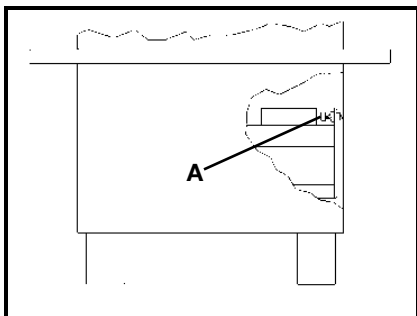
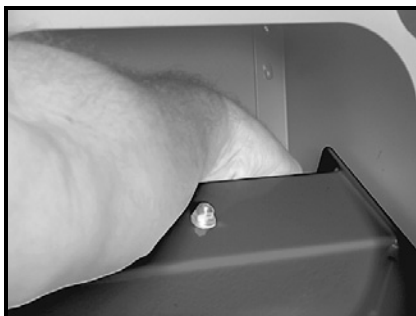

Fig. 25
Fig. 26
5. Repérez la vis de réglage (A) Fig. 25, insérez la main jusqu'au fond de l'outil et repérez la vis en tâtant (voir Fig. 26).